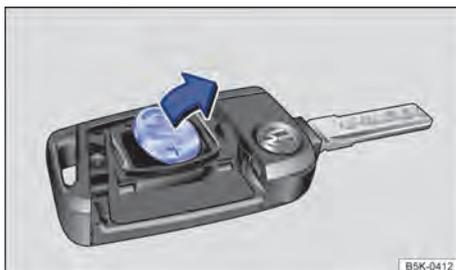

Fig. 27 Chave do veículo: remover a bateria.
- Remover a bateria do alojamento da bateria com uma ferramenta adequada ⇒ Fig. 27. >
- Posicionar a nova bateria conforme indicado ⇒ Fig. 27 e pressionar no sentido contrário ao da seta para dentro de alojamento da bateria ⇒ ⓘ.